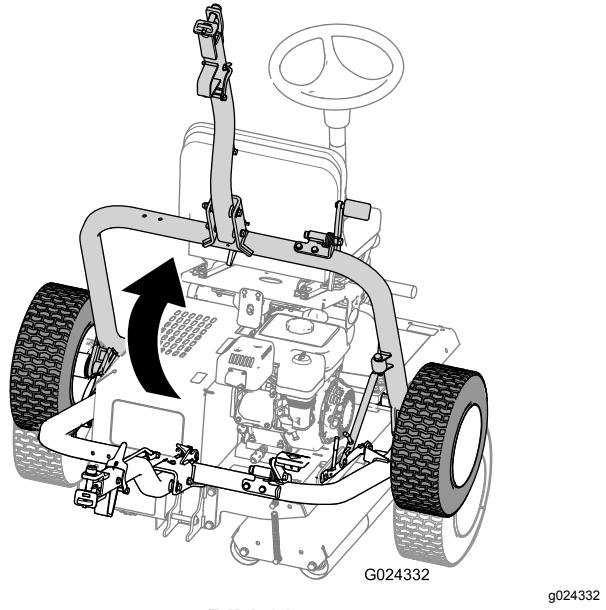

**Bild 27**
- A. Entfernen Sie den Arretierbolzen (Bild 27).
- C. Drücken Sie den Anbauvorrichtungsriegel nach unten, um die Anbauvorrichtung auszuhaken (Bild 27).